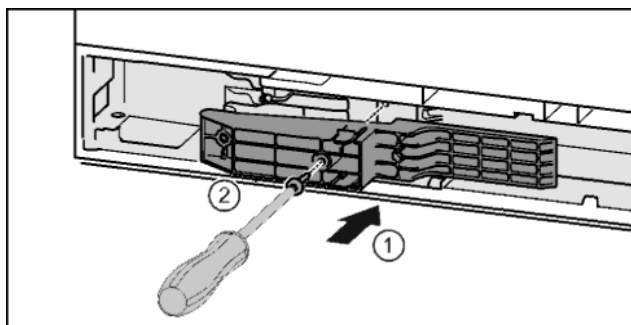

Fig. 40\*
- ▶ Adaptér na straně rukojeti vložte do výklenku. Fig. 40 (1)\*
- ▶ Šroubovákem T15 pevně utáhněte šrouby. Fig. 40 (2)\*